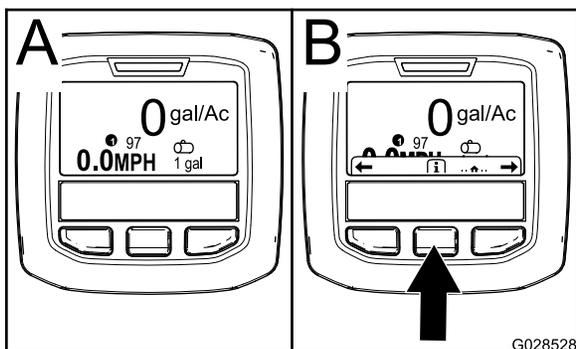

Рисунок 60
2. Приблизительно через 15 секунд появится главный экран, нажмите среднюю кнопку выбора, чтобы вывести информацию (Рисунок 60).